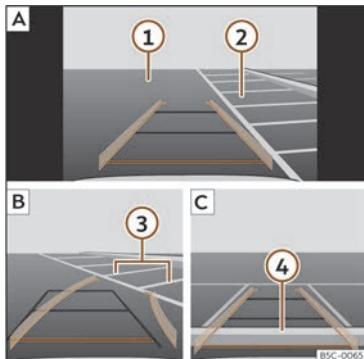

Fig. 165 Afișaj pe ecranul sistemului Infotainment: parcarea cu asistentul la depasarea în marșarier.
Explicație pentru >>> **fig. 165:**
- Oprți autovehiculul în fața locului de parcare >>> **fig. 165 2 A**.